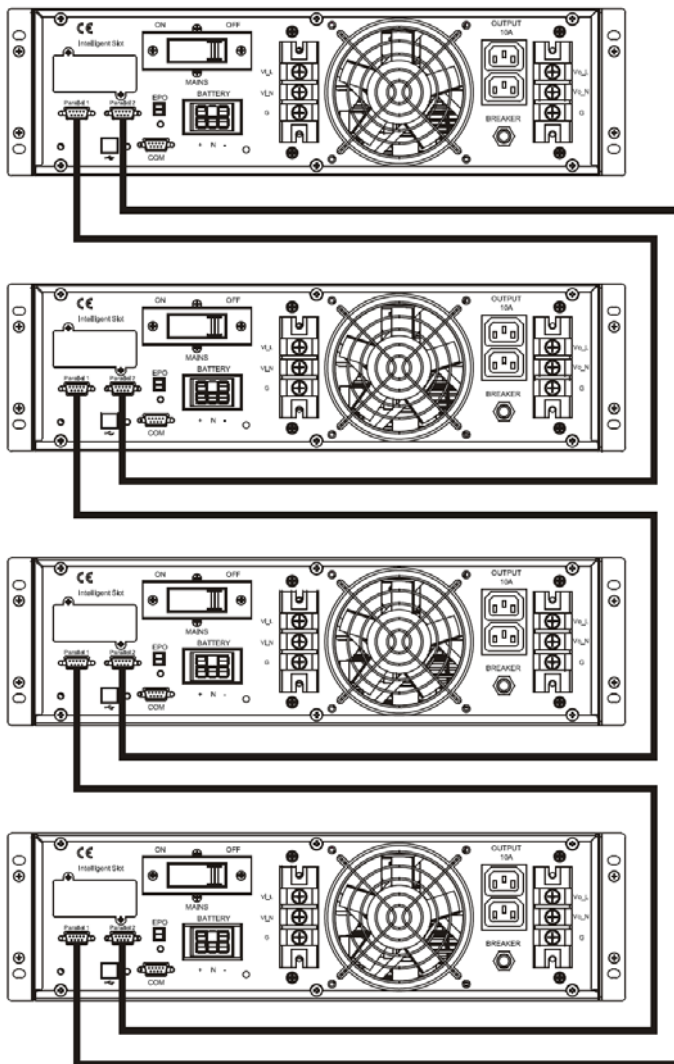

Рисунок 26 - Объединение изделий в систему параллельного резервирования
**Изделие может функционировать** в системе бесперебойного питания с параллельным резервированием (см. рисунок 25 и рисунок 26), целью которого является либо повышение надежности (резервирование), либо увеличение общей выходной мощности (масштабирование).